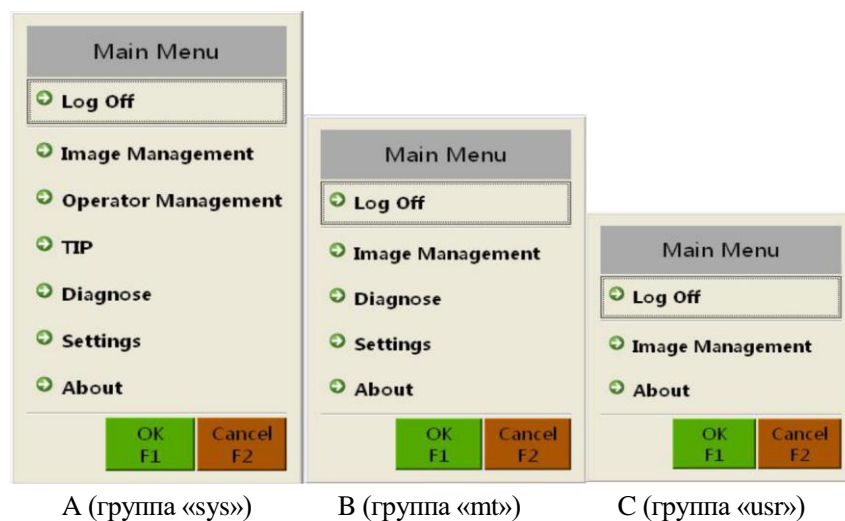

Рис. 6.1 Меню различных групп пользователей с разрешенными правами доступа
**Права доступа операторов (группа «usr»),** Рис. 6.1С: выход из учетной записи (опция «Log Off»), управление изображениями (опция «Image Management»), доступ к информации о системе (опция «About»).
**Права доступа ремонтно-технического персонала (группа «mt»),** Рис. 6.1В: выход из учетной записи (опция «Log Off»), управление изображениями (опция «Image Management»), диагностика (опция «Diagnose»), доступ к настройкам (опция «Settings»), доступ к информации о системе (опция «About»).
**Права доступа администраторов (группа «sys»),** Рис. 6.1А: выход из учетной записи (опция «Log Off»), управление изображениями (опция «Image Management»), управление учетными записями операторов (опция «Operator Management»), добавление изображений опасных предметов (опция «TIP»), диагностика (опция «Diagnose»), доступ к настройкам (опция «Settings»), доступ к информации о системе (опция «About»).